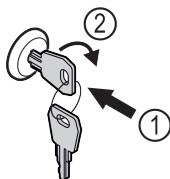

Fig. 120
- ▶ Dugja be a kulcsot Fig. 120 (1).
- ▶ Forgassa el a kulcsot 90°-kal az óramutató járásával megegyező irányba Fig. 120 (2).